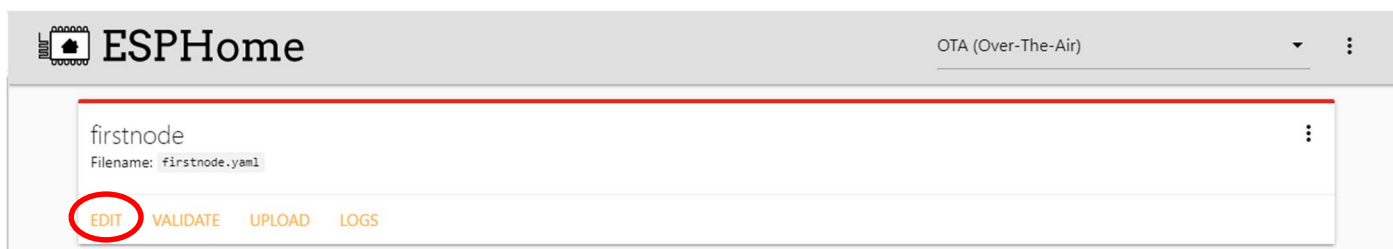

Figura 6 - Editar o Ficheiro Criado
4. Com o código gerado e copiado, vá até ao *ESPHome* e clique em “*EDIT*” no ficheiro criado no tutorial de instalação do *ESPHome* no *Home Assistant* (Figura 6).